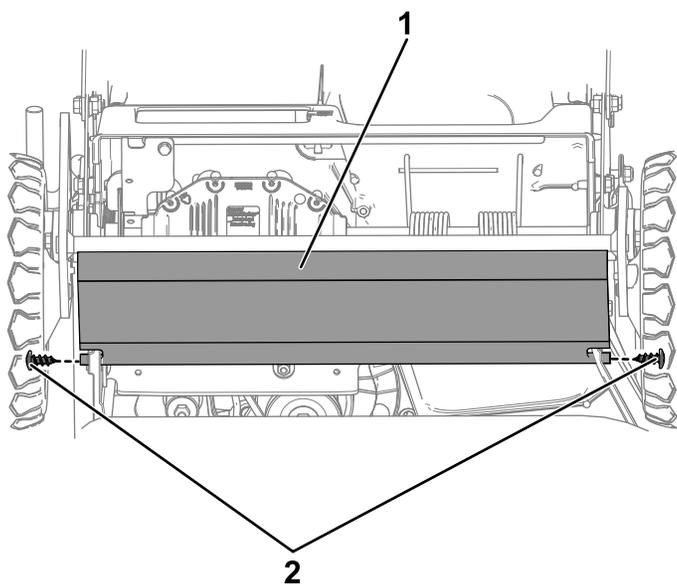

Рисунок 48
9. Снимите задний щиток, отвернув 2 болта, удерживающих его на месте (Рисунок 48).